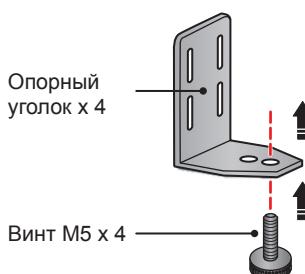

Рис. 6-3. Установка болта ИБП 15/20 кВА
- 2 Вставьте болты из комплекта поставки в резьбовое отверстие каждого опорного уголка с внешней стороны, (см. Рис. 6-3).